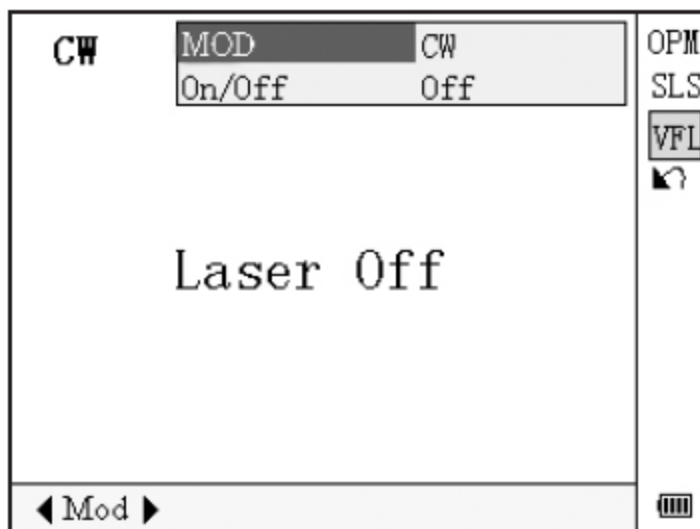

Рисунок 4-15. Настройка визуализатора поврежденных
2. С помощью кнопок ◀ и ▶ переключайтесь между рабочими режимами VFL. Для перехода на интерфейс настройки VFL нажмите кнопку Enter (рисунок 4-15).